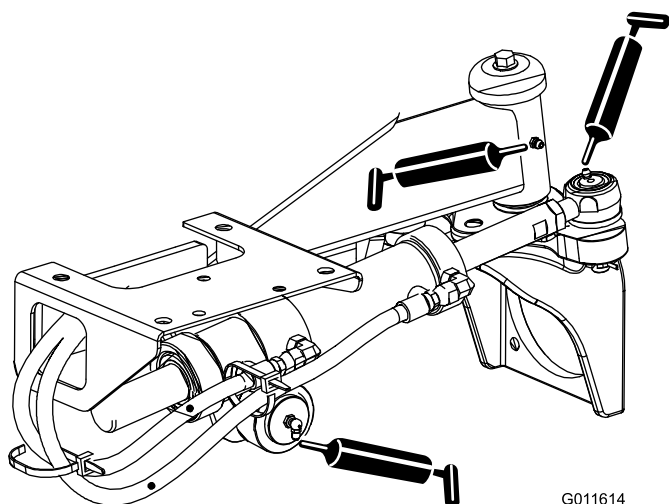

Рисунок 35
- Шаровые опоры гидроцилиндра рулевого управления (2 шт.) и задняя ось (1 шт.) — Рисунок 35